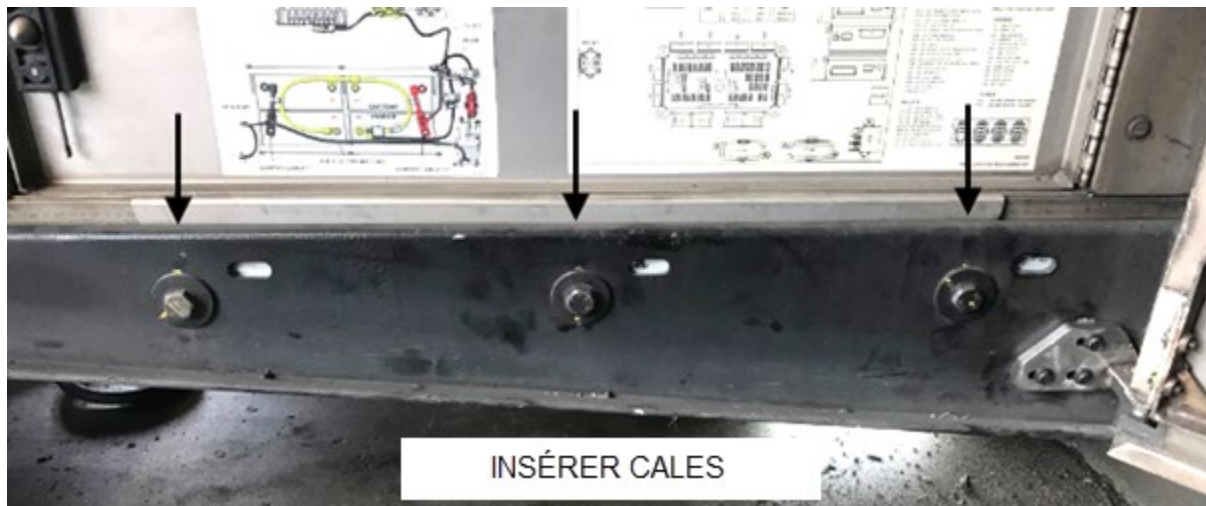
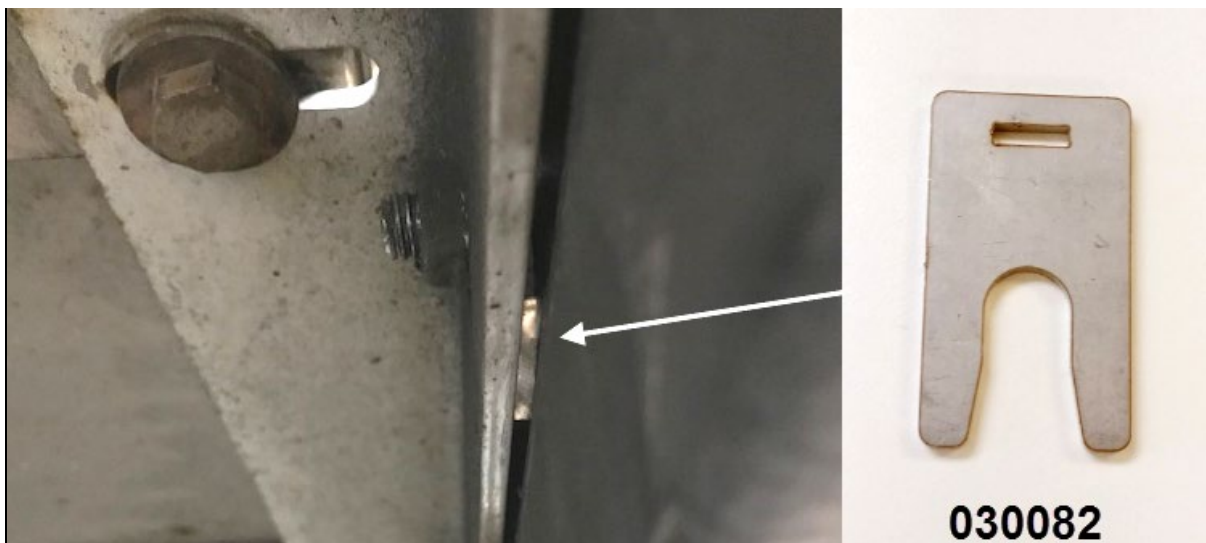

FIGURE 23: SHIM LOCATION
FIGURE 24 INSTALLED 030082 SHIM
15. Insérer une cale **030082** entre le support et le châssis à chaque vis et serrer les vis (Figure 23 & Figure 24).